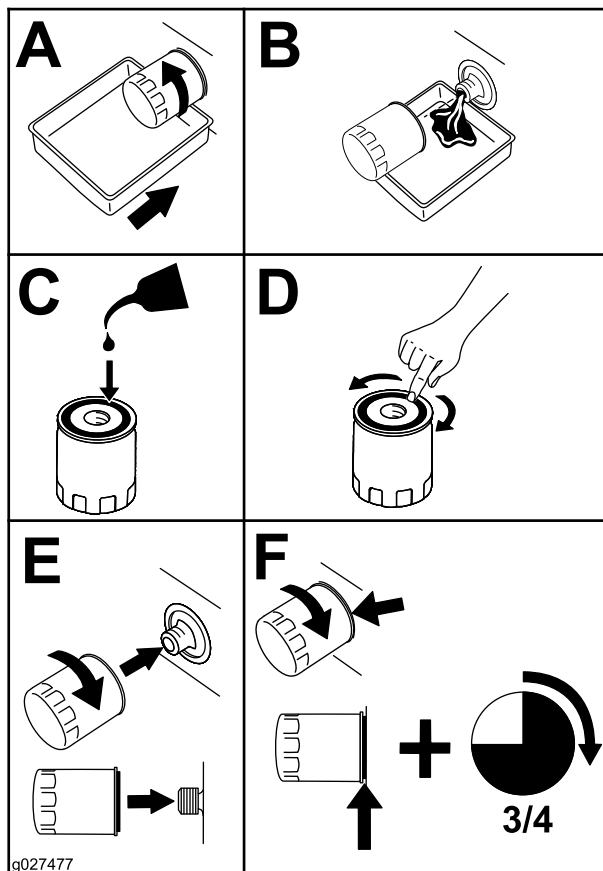

Figura 62
2. Sustituya el filtro de aceite del motor (Figura 62).